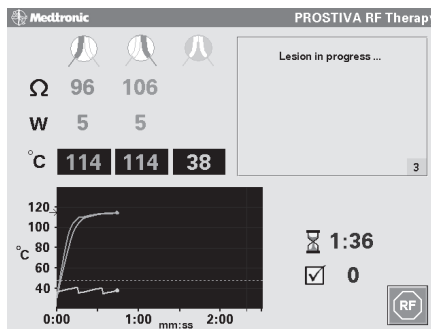

Figura 4-12. Verifica del messaggio "Lesion In Progress" (trattamento della lesione in corso) e monitoraggio dei rilevamenti sul display
12. Verificare che sullo schermo sia visualizzato il messaggio "Lesion In Progress" (trattamento della lesione in corso - Figura 4-12) e controllare i vari rilevamenti (per esempio, temperatura, tempo della lesione) durante la procedura.